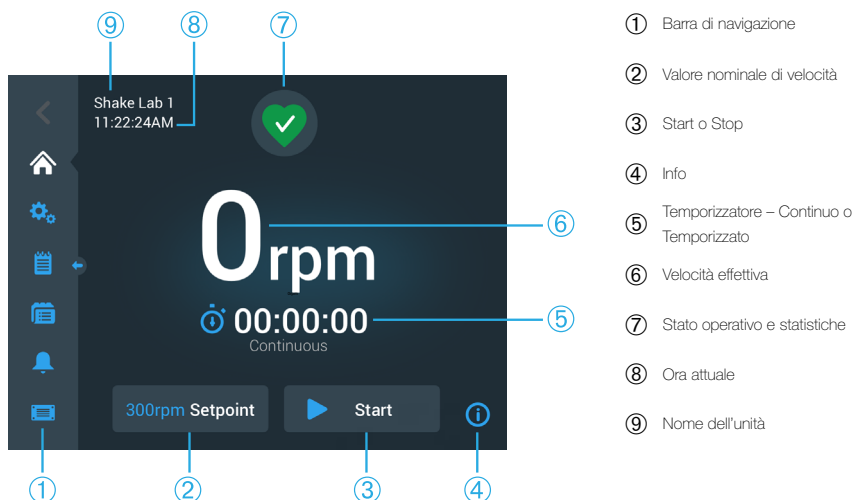
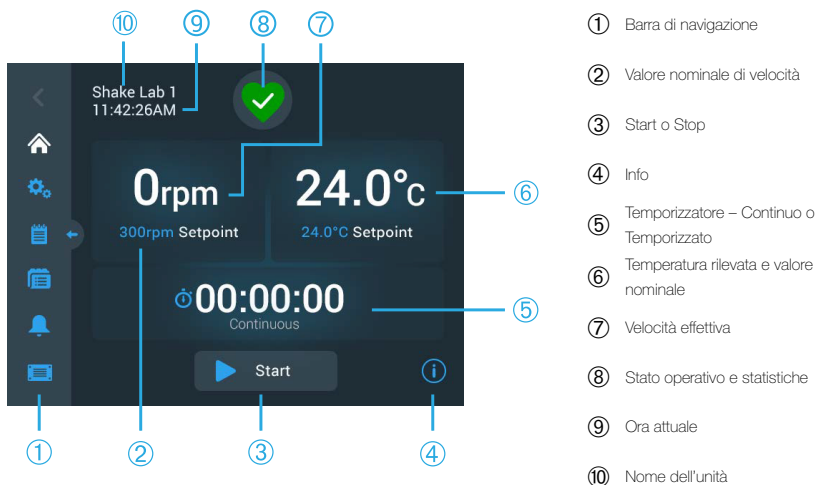
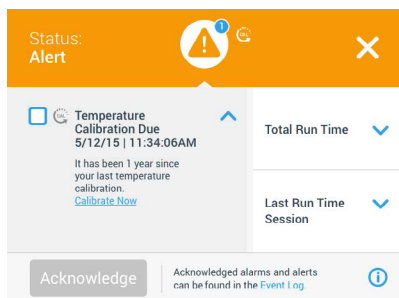
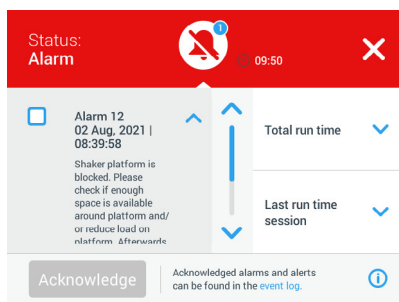

Figura 31: Schermata principale dell'interfaccia utente per agitatori aperti
Figura 32: Schermata principale dell'interfaccia utente per agitatori a termoregolazione
Figura 41: Lista degli avvertimenti
Figura 42: Lista degli allarmi
La schermata principale per l'agitatore aperto si presenta come l'esempio illustrato nella Figura 31.
Se l'agitatore si trova stato operativo regolare, sul touch-screen viene visualizzato il simbolo di un cuore verde nell'area dello stato operativo e delle statistiche (7 nella Figura 31 e 8 nella Figura 32). Toccando il simbolo del cuore verde, si apre la schermata dello stato operativo. La schermata dello stato fornisce informazioni statistiche sul funzionamento dell'agitatore, comprese le ore di agitazione e le ore operative totali nonché dell'ultima sessione. Gli agitatori a termoregolazione visualizzano, inoltre, le ore dei processi di raffreddamento e riscaldamento.
Se viene emesso un avvertimento, sul display touch-screen appare una barra gialla con testo scorrevole in alto sullo schermo attuale. Inoltre, viene emesso un segnale acustico d'allarme. La barra gialla di avvertimento con testo scorrevole scompare dopo aver fatto scorrere due volte il testo. Solo il triangolo giallo indica la presenza di uno o più avvertimenti per l'agitatore. Il simbolo della campana ha un cerchio celeste con bordo bianco che riporta il numero di avvertimenti attivi. Toccando il simbolo del triangolo nell'area di informazione e di stato operativo (7 nella Figura 31 e 8 nella Figura 32) si apre una schermata con un elenco di tutti gli avvertimenti attualmente attivi. L'ultimo avvertimento viene visualizzato con il testo completo per permettere all'operatore di vedere tutti i dettagli, come illustrato nella Figura 41. Si ha la possibilità di scorrere l'elenco e di toccare qualsiasi voce dell'elenco per estendere il testo e visualizzare maggiori dettagli.
Se viene emesso un allarme, sul display touch-screen appare una barra rossa in alto sullo schermo attuale. Sull'area di informazione e di stato operativo (⑦ nella Figura 31 e ⑧ nella Figura 32) appare una campana d'allarme rossa racchiusa da due linee di squillo. Inoltre, un segnale d'allarme acustico emette un suono continuo.
Toccando il simbolo della campana nell'area di informazione e di stato operativo (⑦ nella Figura 30 e ⑧ nella Figura 32) si apre una schermata che presenta tutti i dettagli dell'allarme attualmente attivo, come illustrato nella Figura 42. Si ha la possibilità di scorrere l'elenco e di toccare qualsiasi voce dell'elenco per estendere il testo e visualizzare maggiori dettagli.